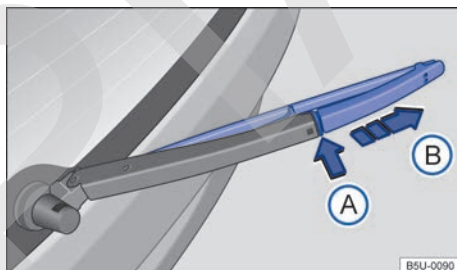

Fig. 135 Reemplazar la escobilla del limpialuneta.
- Mantener la tecla de desbloqueo ⇒ fig. 135 ④ presionada.
- Retirar la escobilla del limpialuneta en el sentido de la flecha ⑤.